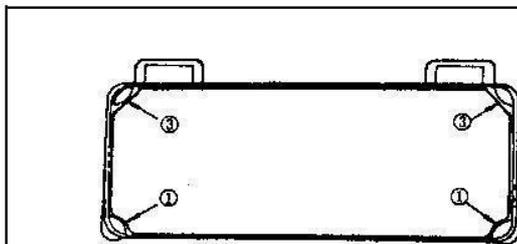
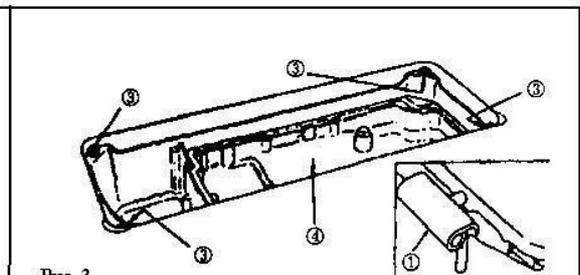
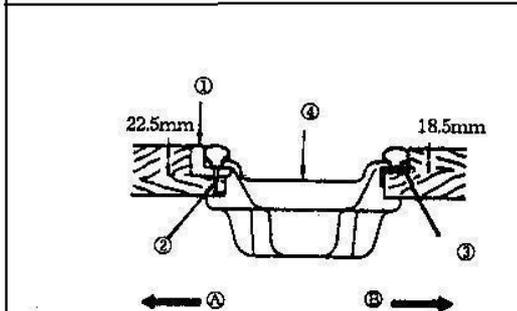
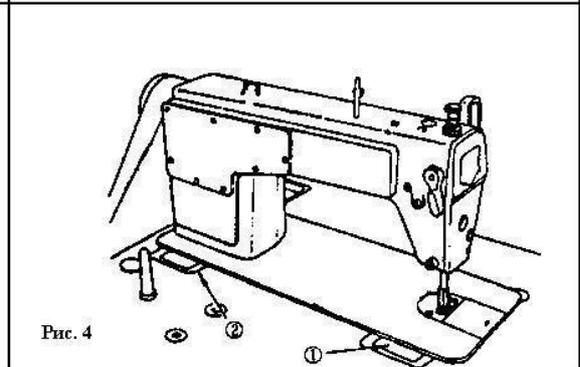

Рис. 1
Рис. 3
Рис. 2
Рис. 4
Установка машины. (Рис.1, Рис. 2, Рис. 3, Рис. 4)
2. Закрепите две резиновых опоры (1) на стороне «А» (сторона оператора), пользуясь гвоздями (2), как показано наверху. Закрепите две опоры-подушки на стороне «В» (навесной стороне), пользуясь гвоздями (2). Затем положите поддон на закрепленные опоры (Рис. 1, Рис. 2).
3. Закрепите петлю (1) в отверстии стола и подгоните головку машины к резиновой навеске стола (2), прежде чем установить головку на подушке в четырех углах (Рис. 3, Рис. 4).